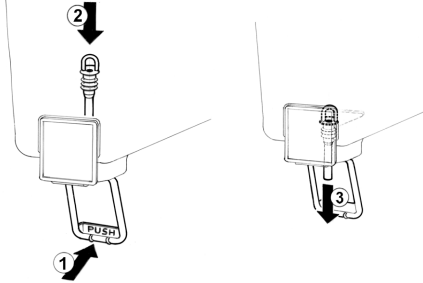

Bild 4
des Ventils drücken (1) und den Ausschlauch in den Behälter einfügen (2). Am unteren Ende des Ausschlauchs leicht nach unten ziehen (3) bis er genau sitzt (Bild 4).